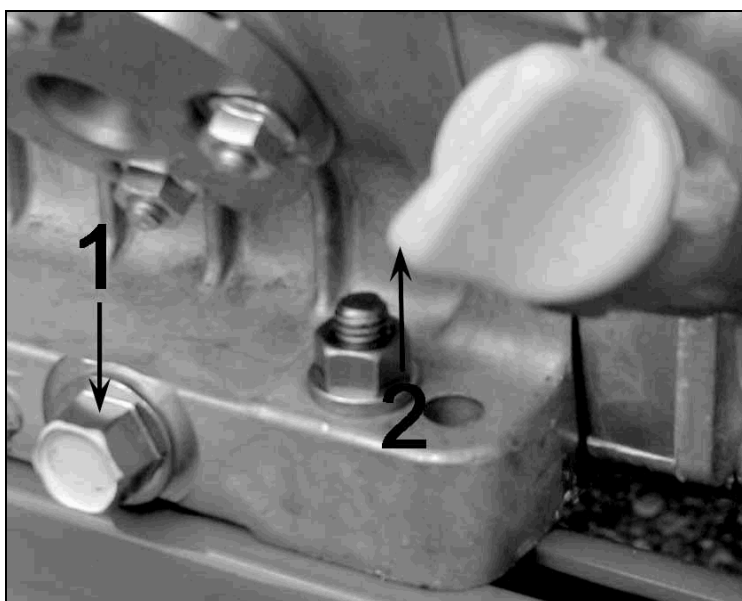

Figure 14
- **Niveau d'huile** : Dévissez le bouchon de remplissage, servant aussi de jauge (Figure 14, repère 2).